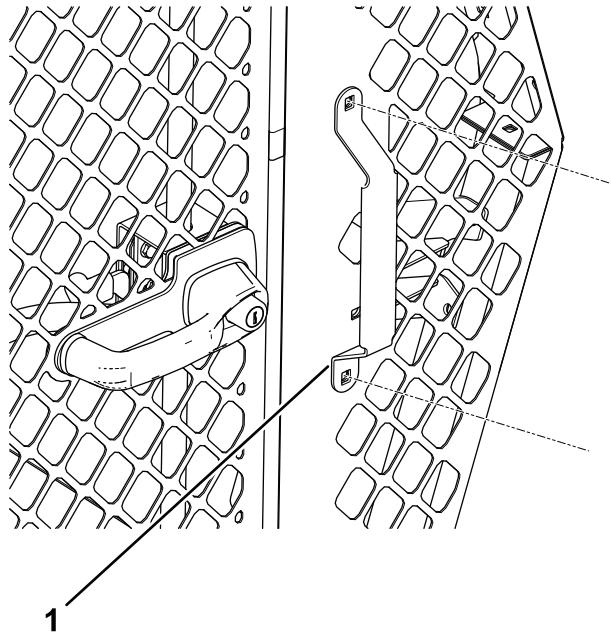

Figura 7
10. Utilice tornillos de cabeza de botón (5/16" x 3/4") y tuercas con arandela prensada (5/16") para instalar el agarradero en el panel izquierdo (Figura 7).